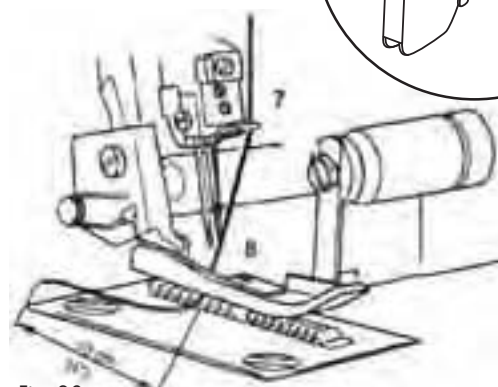

Fig. 28
5. Guidez le fil à travers l'aiguille droite (8) (Fig. 28).